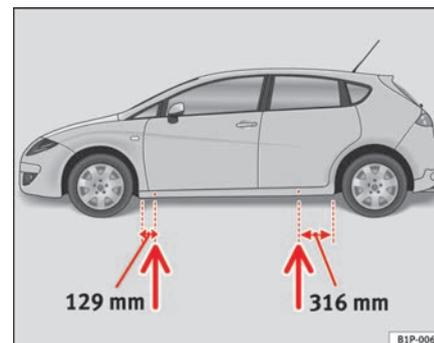

Fig. 156 Points d'appui du cric.
- Cherchez sur le longeron inférieur le point d'appui le plus proche de la roue à changer ⇒ page 247, fig. 156.
Des empreintes sur le bas de caisse à l'avant et à l'arrière du véhicule indiquent les points d'appui du cric ⇒ page 247, fig. 156. Un emplacement a été prévu pour chaque roue. Le cric ne doit pas être positionné à d'autres endroits.